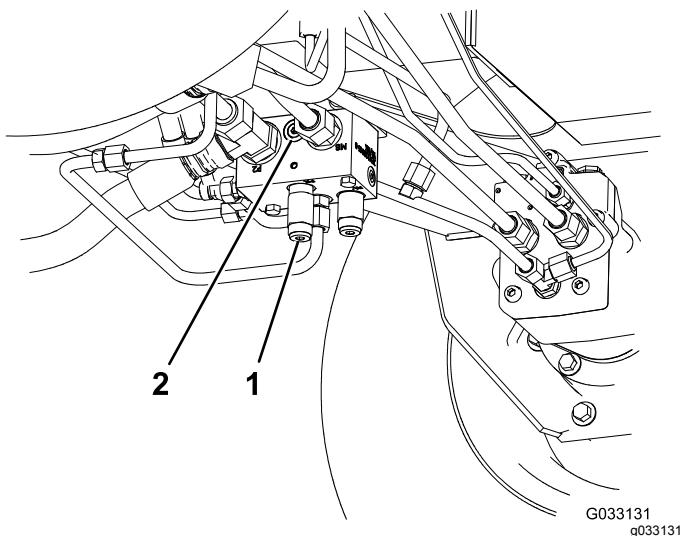

Рисунок 61
1. Установите диагностический штуцер в немаркированное отверстие, расположенное между отверстиями M8 и P2 в заднем тяговом коллекторе (Рисунок 61).